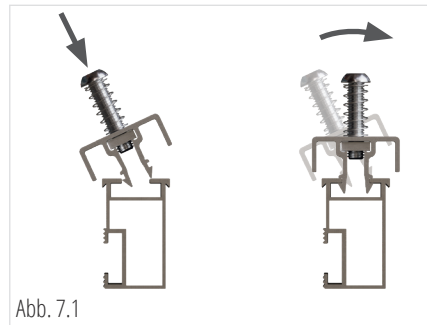
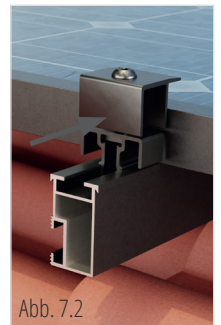

Abb. 7.1
Abb. 7.2
1. Die Endklemmen auf die Tragschienen klicken (Abb. 7.1) und bündig an das Modul schieben. Dazu muss die Torxschraube (TX40) fast vollständig herausgedreht sein (Abb. 7.2).